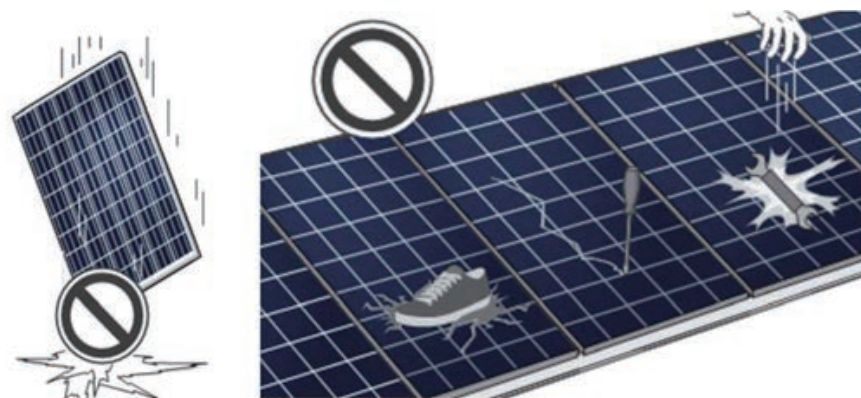

图4 作业预防
14.不允许踩踏组件这样做会导致组件的隐裂等损坏（见图4）。
15.不允许搬运湿的或热的组件，避免组件从高处跌落，小心滑落的工具对组件的撞击。遭遇跌落或撞击组件可能发生破损并影响组件的性能。（见图4）。